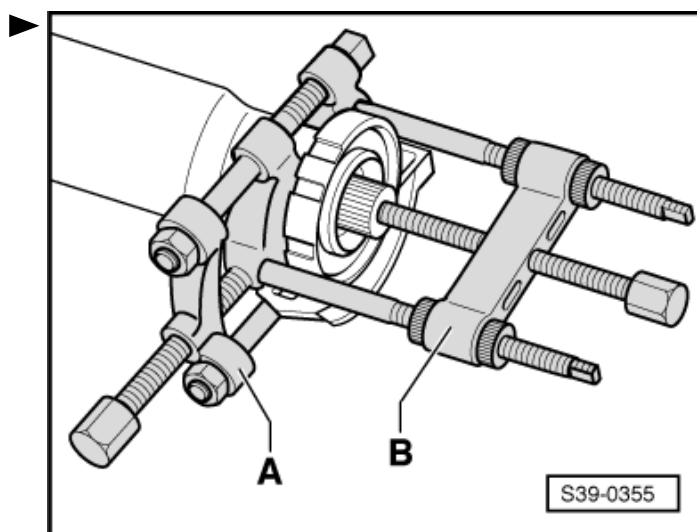

Abb. 7: Einbaulage des Zwischenlagers
- ☐ Einbaulage ⇒ Abb. 7 in **39-5** Seite 5